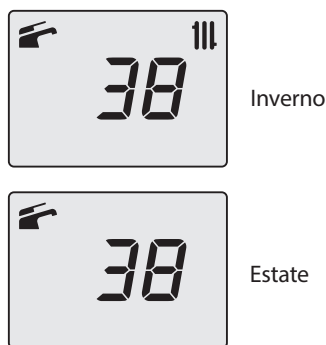

Figura 9.16
- Ripremendo contemporaneamente per 10 secondi i tasti 12-13-14 (Figura 9.10) si esce dalla "modalità spazzacamino" e si ritorna allo stato di caldaia precedentemente impostato (Figura 9.16).